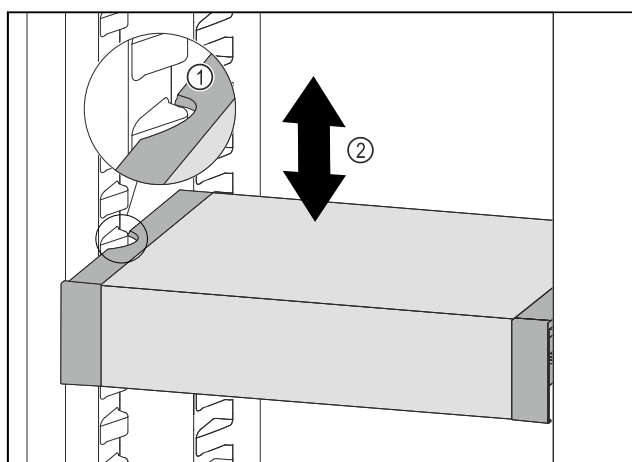

Fig. 88
- VarioSafe naar voren trekken tot de uitsparingen aan de zijkant van de VarioSafe zich ter hoogte van de rib in het koelgedeelte bevinden. *Fig. 88 (1)*
- VarioSafe in het koelgedeelte omhoog of omlaag bewegen tot de gewenste hoogte is bereikt. *Fig. 88 (2)*